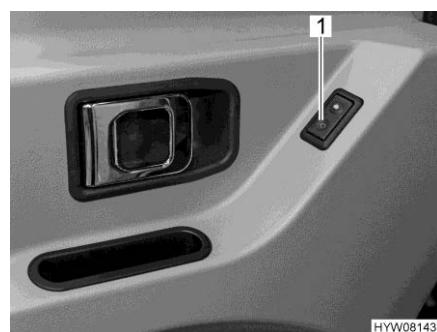

Fig. 23 Interruttore (azaracristalli elettrico nella porta conducente)
- Premere l'interruttore (Fig. 23,1).